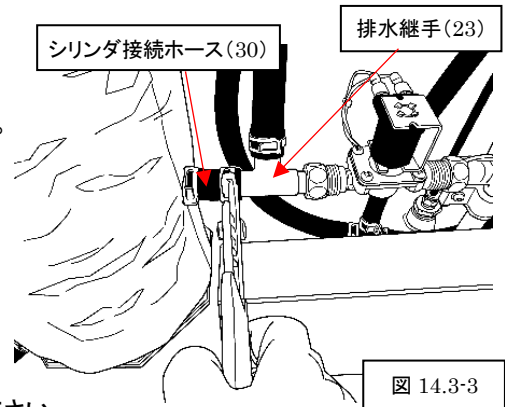

図 14.3-3
- ⑩ シリンダ接続ホース(30)についているホースクリップ(25)2個を排水電磁弁継手(23)側にずらします。(図 14.3-3)
- ⑪ 蒸気シリンダ上部にある蒸気シリンダ取付ネジ2ヶ所(4)を外します。
- ⑫ 蒸気シリンダを持ち上げ左側へ捻じるとシリンダ接続ホース(30)が外れます。
- ⑬ そのまま蒸気シリンダを上方へ持ち上げ、手前に引くと外れます。